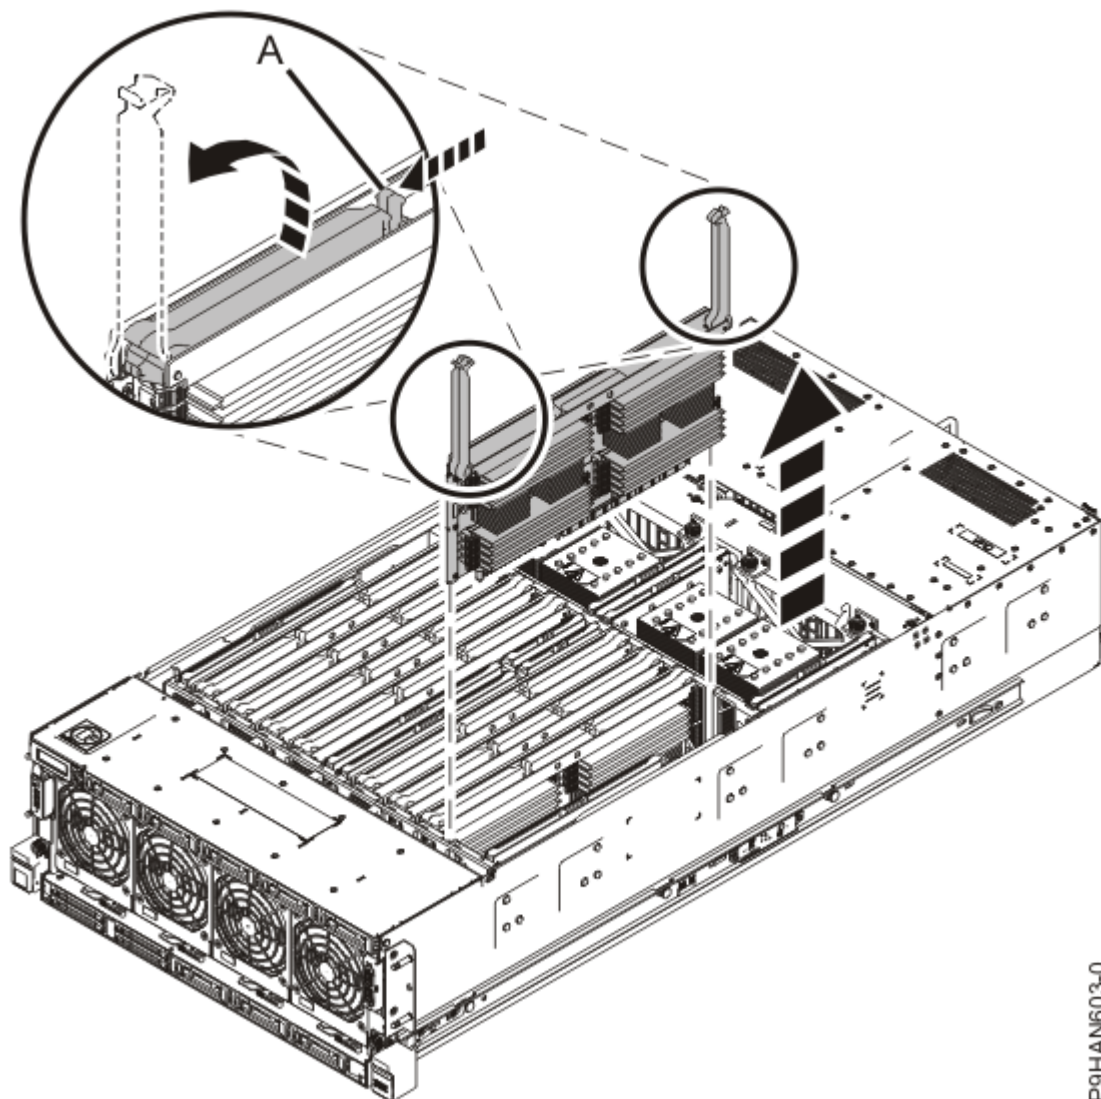

Figura 13. Înlăturarea unui extender de memorie
- a) Deschideți zăvoarele de eliberare **(A)** pe extenderul de memorie, așa cum se arată în Figura 13 la pagina 15.